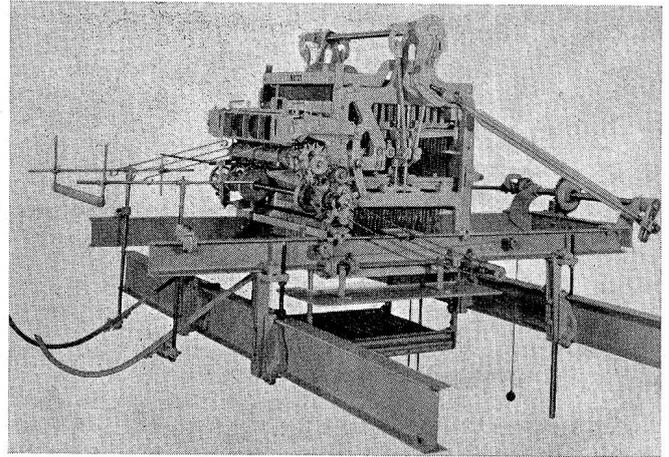

Abb. 3
*JDVO — 1344 «Verdol» Doppelhub-Offenfachmaschine (Abb. 3)*